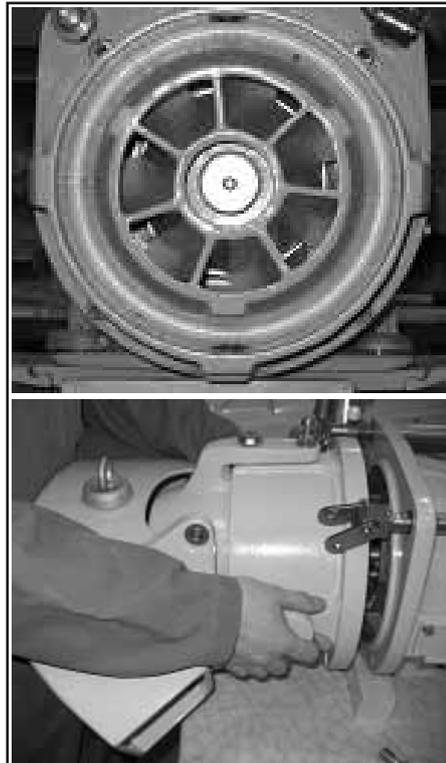

图4.3.1-3
4. 松开叶轮的紧固螺栓（图4.3.1-4）并完全取出其中的一个螺栓。将它沿着楔形凹槽拧入临近的螺纹孔，并小心地旋紧。塑料紧固锥体会松开，以便于您将叶轮从轴上取下来。